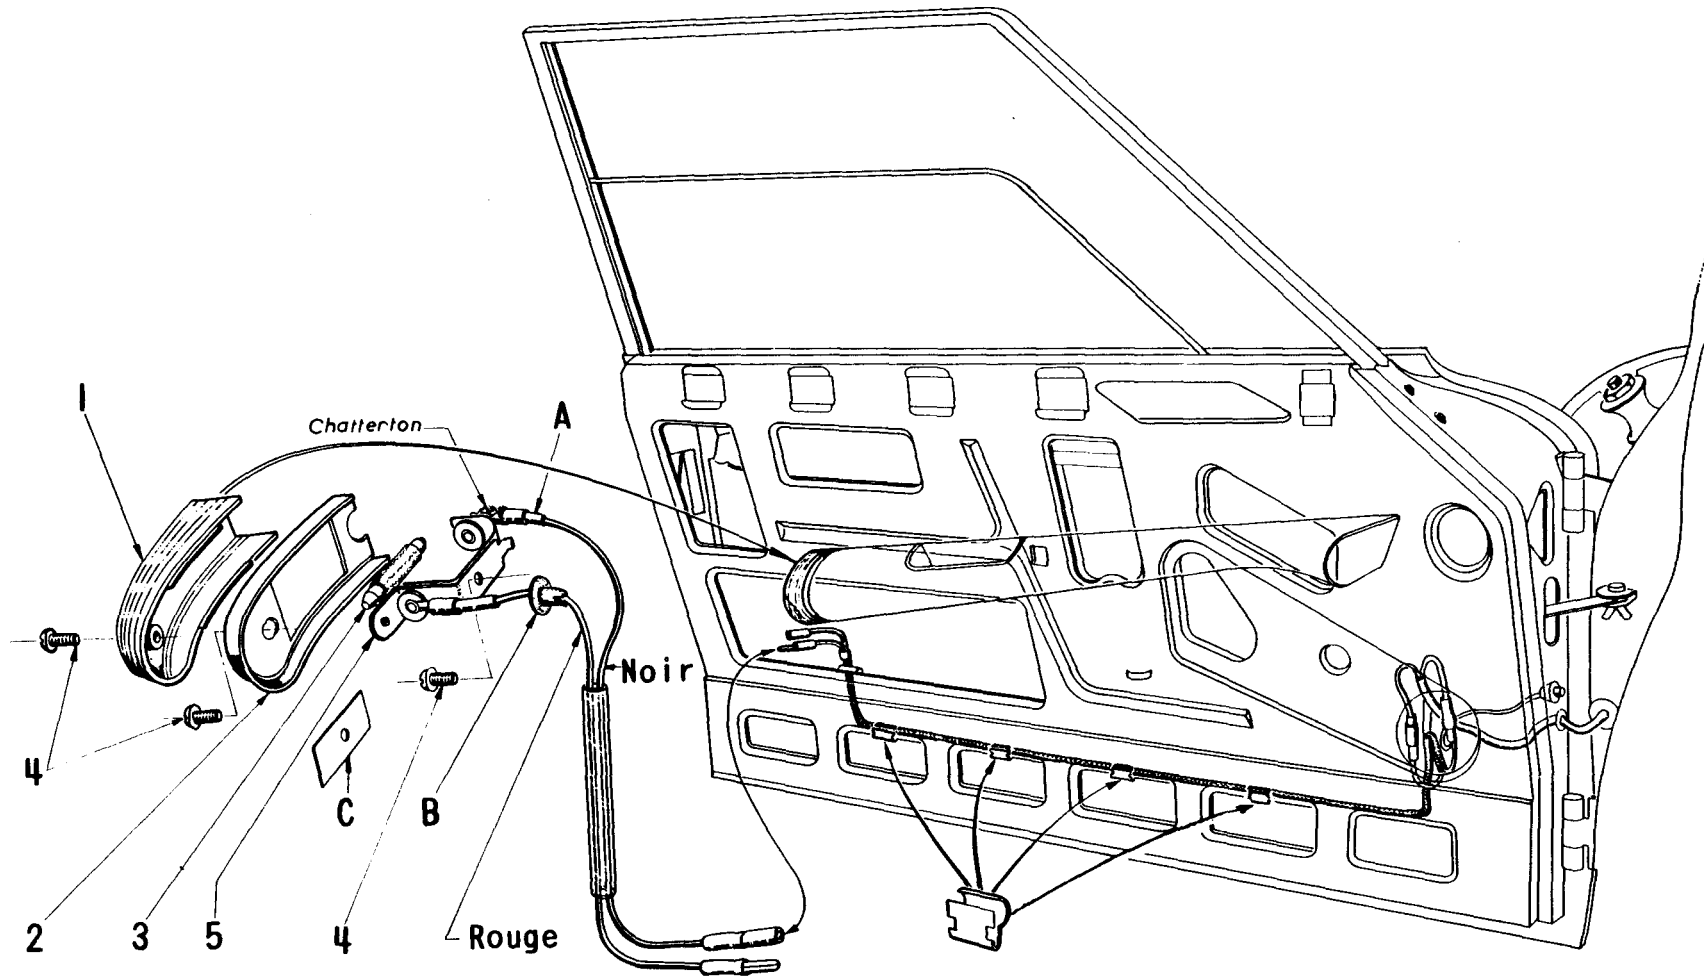

Fig. 29
d'ENCOMBREMENT de PORTE (Fig. 29)
Dans ce cas, s'assurer que la borne A (Fig. 29) n'est pas branchée sur le positif et contrôler le branchement.
- 4) Placer le capuchon (B) extrémité fendue dans le passage du fil Rouge prévu sur l'accoudoir.
Isoler la partie métallique de la borne (A) Fig. 29 avec du chatterton.